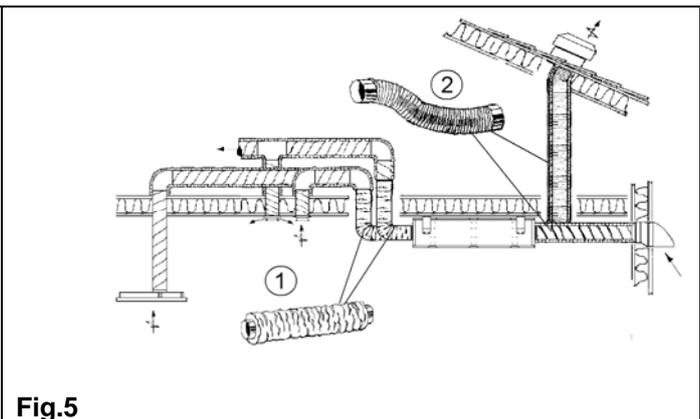

Fig. 5
Um Strömungsgeräusche in die Zimmer zu vermeiden, verwenden Sie Schalldämpfer (pos.1, **Fig. 5**) an den Zu- und Abluftstutzen des Gerätes. (Länge 1,0 m). Nicht an der Dunstabzugshaube.
Flexible Rohre (pos.2, **fig. 5**) können für die Verbindungen Gerät-Rohrsystem, Dachhaube-Rohrsystem und am Aussengitter eingesetzt werden. Diese Verbindungen müssen auswechselbar sein.